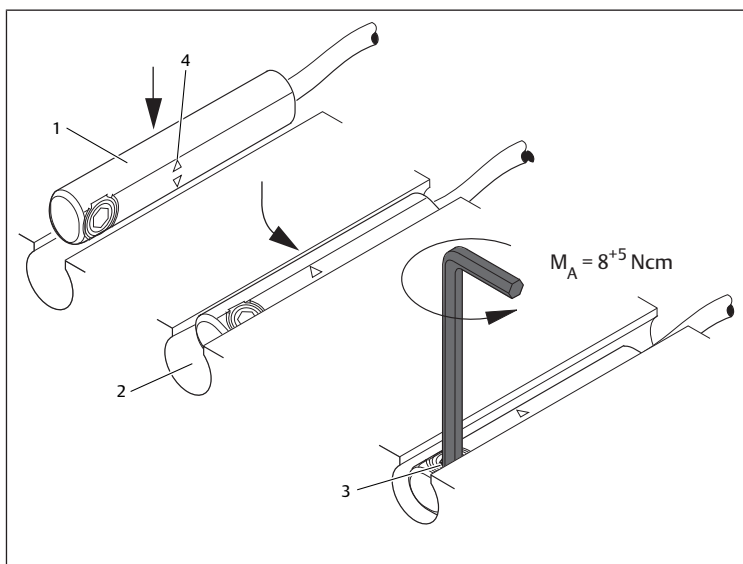

Bild 1: Montering av sensorn
Se → Bild 1
4. Sätt i sensorn (1) uppifrån i C-spåret (2) och skjut sensorn i C-spåret tills båda LED:erna lyser samtidigt och dra åt fästskruven (3). Åtdragningsmoment: $M_A = 8^{+5}$ Ncm. Se → Bild 1.